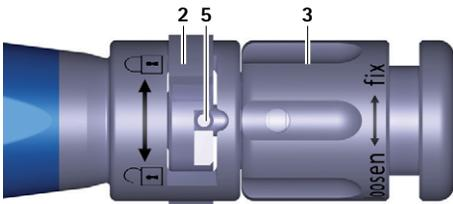
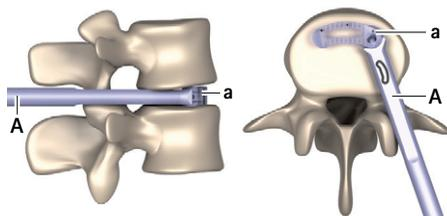

Fig. 3 Em visualização de proximidade do instrumento introdutor; comutador fechado
Fig. 11 Implante na posição final
- ▶ Rodar o comutador 2 para a direita (sentido ⤴), ver Fig. 3.
- ▶ Rodar a porca giratória **3** no sentido anti-horário (sentido „loosen“), até o pino **5** se encontrar totalmente no comutador **2**, ver Fig. 3. Ter atenção para que o pino **5** não fique preso no comutador **2**.
- ▶ Rodar o comutador **2** para a direita (sentido ↷), ver Fig. 3.
- ▶ Assim que a posição final (ver Fig. 11) seja atingida: Rodar a porca giratória **3** no sentido anti-horário (sentido „loosen“), até o pino **5** se encontrar totalmente no comutador **2**, ver Fig. 3. Ter atenção para que o pino **5** não fique preso no comutador **2**.
- ▶ Rodar o comutador **2** para a direita (sentido ⤴), ver Fig. 3.